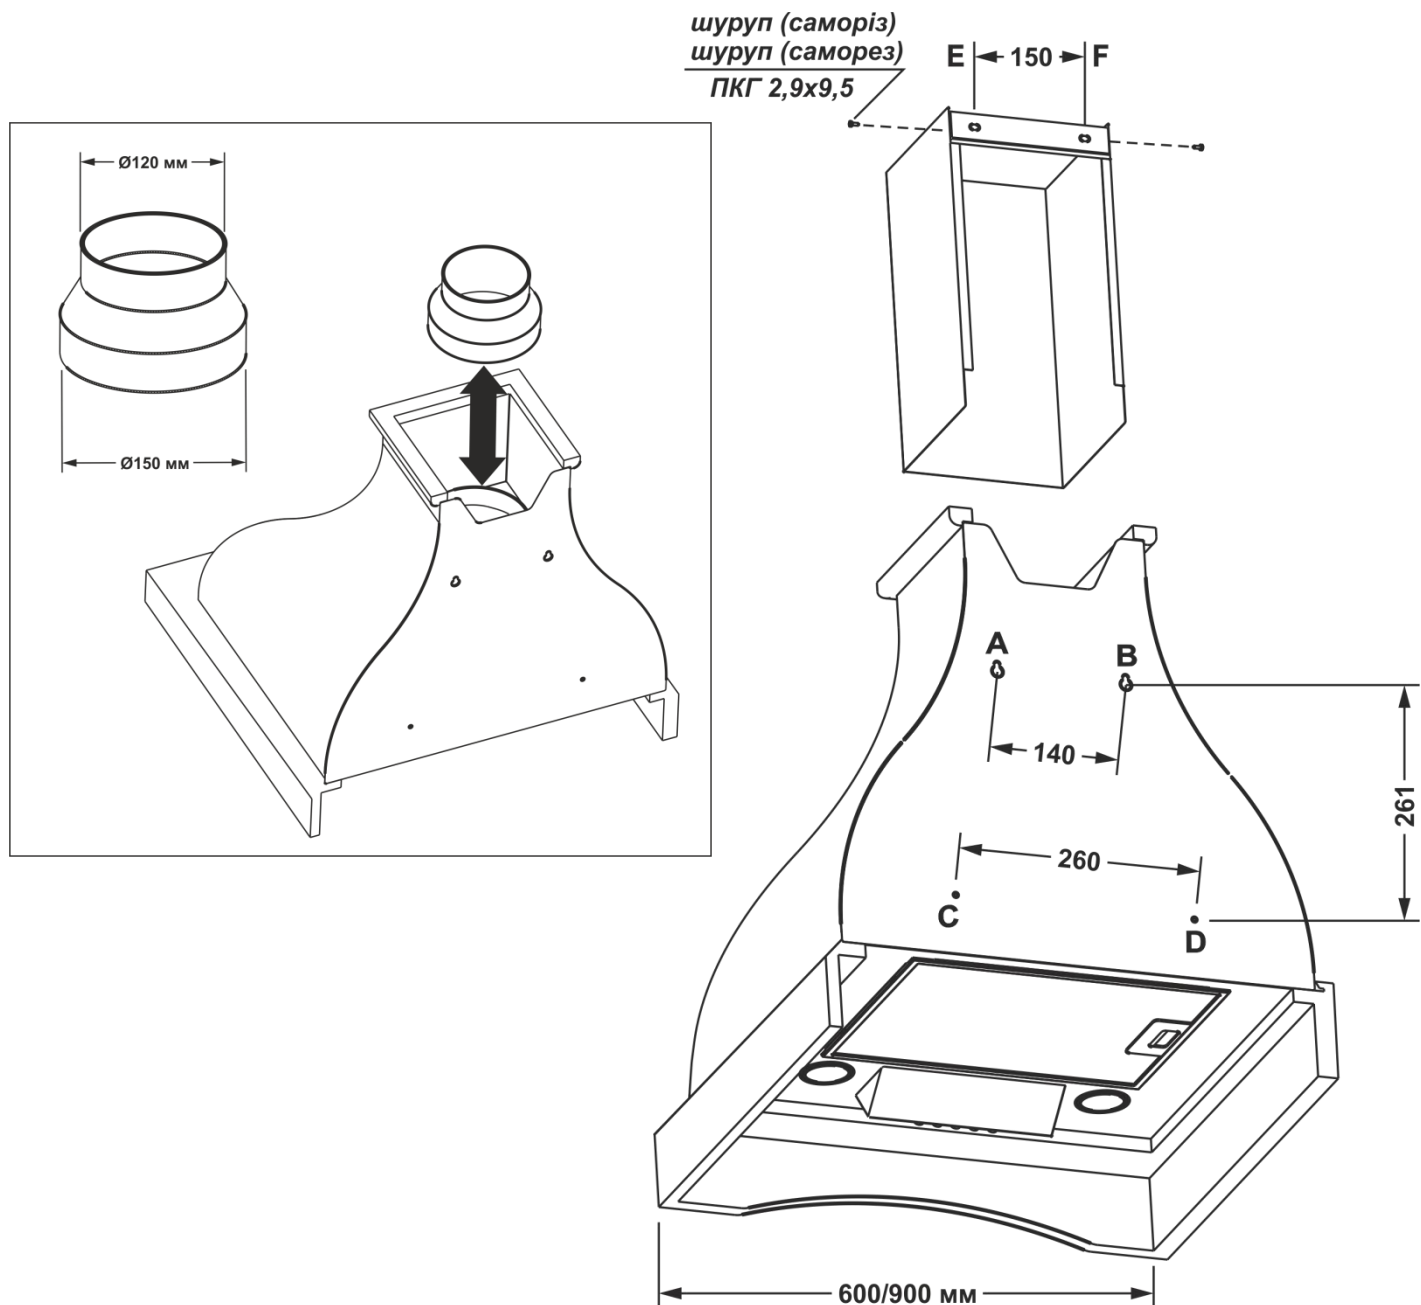

Рис.4
6.3 Проведите разметку крепежных отверстий корпуса на стене кухни. Для этого изготовьте бумажный шаблон с координатами 4-х отверстий на задней стенке корпуса (точки А, В, С, D); приложите шаблон к стене на необходимой установочной высоте, указанной ранее, и выровняйте по уровню (рис.4).
6.8 Вставьте кожух дымохода в нишу корпуса так, чтобы он закрывал воздуховод вентиляции, и разметьте по пазам планки кожуха **2 отверстия под крепления (т. Е, F)**_(рис.4).
6.11 Установите кожух в нишу корпуса, совместите с планкой кожуха и соедините их с боков **2-ма шурупами (саморезами) ПКГ 2,9x9,5 (рис.4)**.